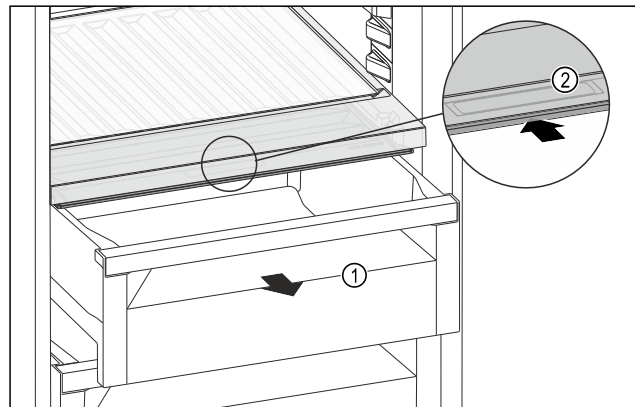

Fig. 98
▶ Schubfach Fig. 98 (1) herausziehen.
▶ Griffmulde Fig. 98 (2) am Fachdeckel anfassen und Fachdeckel gleichzeitig nach hinten schieben.